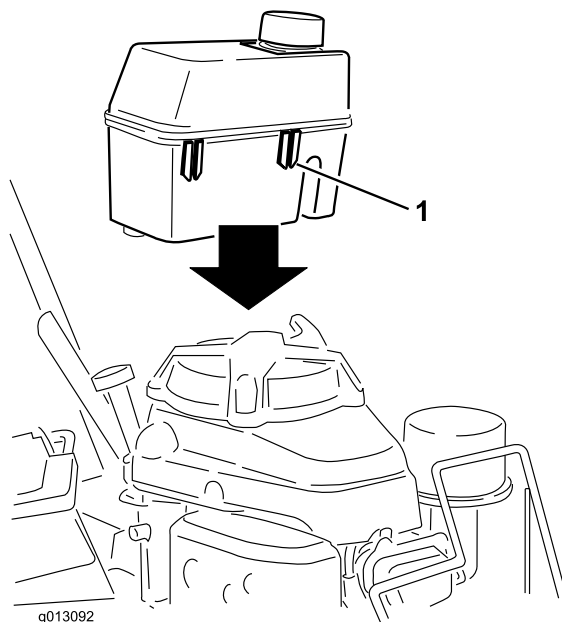

Bild 5
1. Schieben Sie die Kunststoffclips an der Vorderseite des Kraftstofftanks in die Befestigung des Kraftstofftanks (Bild 5).